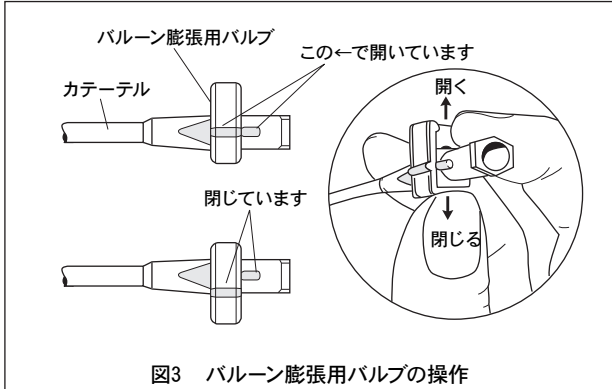

図3 バルーン膨張用バルブの操作
3. 付属のシリンジを用いて、炭酸ガスまたは空気でバルーンを膨張容量（1.5mL）まで膨張させます（液体を使ってバルーンを膨張させないでください）。図3にバルーン膨張用バルブの操作法を示します。
- 3.カテーテル抜去時にバルーンがカテーテルイントロドューサ部位等で抵抗を感じた場合は、バルーンの収縮が不完全である可能性があります。バルーン膨張用バルブが開放状態になっていてバルーンの収縮手技が完全であることを再度確認してください（図3）。